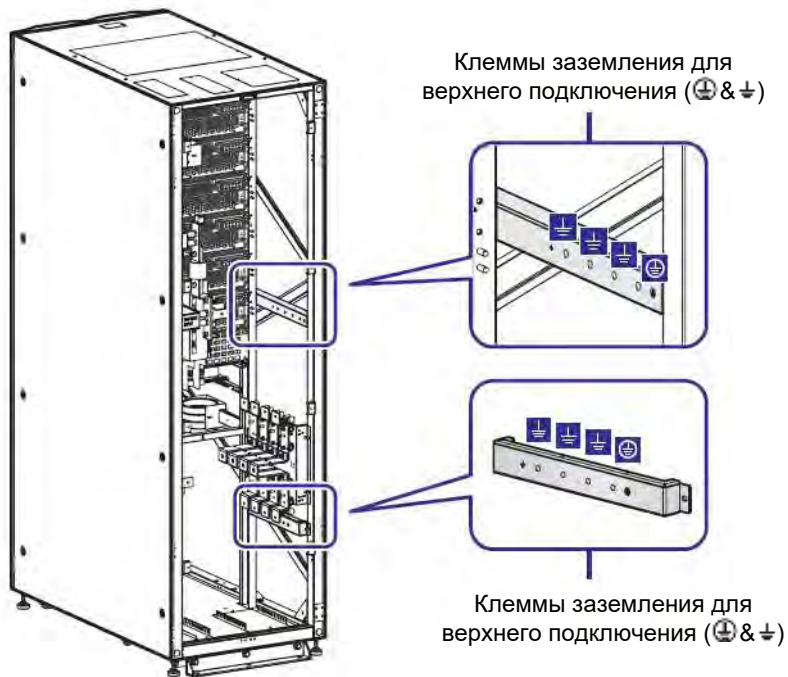

Рисунок 5-13: Клеммы заземления
- Клемма заземления ИБП (⚡) должна быть заземлена. Для проводки используйте наконечники кольцевого типа. Для определения расположения клемм заземления ИБП (⚡) см. **Рисунок 5-13**.